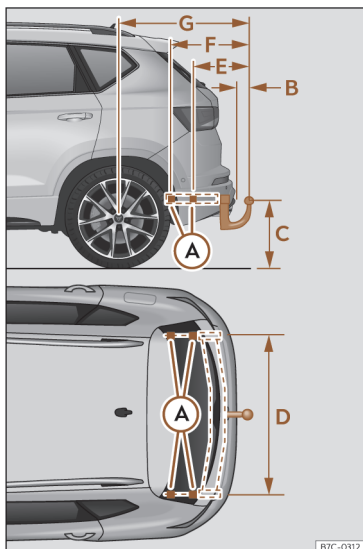

Fig. 179 Quotas e pontos de fixação para a montagem posterior de um dispositivo de reboque.
A distância entre o centro da rótula e a estrada >>> **Fig. 179** (C) nunca poderá ser inferior à indicada. Isto rege também com o veículo a plena carga, incluindo a carga vertical máxima tecnicamente admissível sobre o acoplamento.